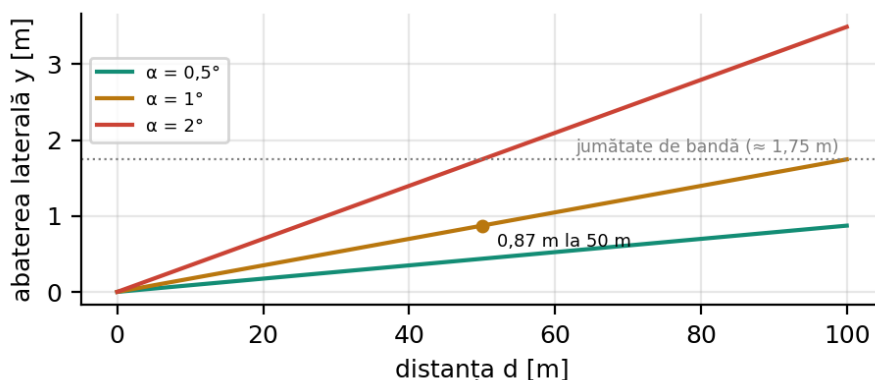

Fig. 6.4. Abaterea laterală a zonei „văzute” de senzor în funcție de nealinierea unghiulară
Sistemele ADAS (Regulamentul (UE) 2019/2144, obligatorii pentru vehiculele noi înmatriculate din iulie 2024) folosesc camera din parbriz, radare și senzori ultrasonici. O nealiniere unghiulară α produce la distanța d o abatere laterală $y = d \cdot \tan \alpha$ (Fig. 6.4): la 1° și 50 m, $\approx 0,87$ m – jumătate din lățimea unei benzi. Recalibrarea este necesară după înlocuirea parbrizului sau a senzorului, reglarea geometriei, modificarea înălțimii suspensiei, reparații în zona senzorilor sau la apariția unui cod de nealiniere. Calibrarea statică se face cu panouri-țintă la distanțe și înălțimi exacte, pe pardoseală plană, cu presiunea în pneuri corectă, rezervor plin, vehicul descărcat și iluminare uniformă; calibrarea dinamică se face prin rulare, în condițiile cerute de constructor.